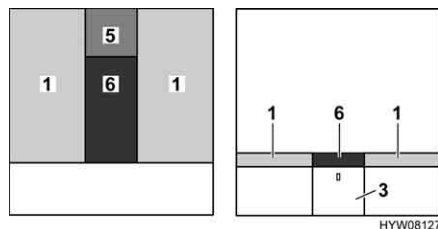

Bild 92 Nach dem Umbau
- Das Zusatzpolster (Bild 92,5) auf das Nachtschränkchen legen.
- Das Zusatzpolster (Bild 92,6) zwischen die Matratzen (Bild 92,1) legen.